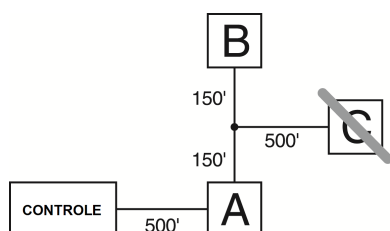

Figura 2-1 Fiação Corbus
7. Instale o controlador de alarme. Para as caixas HSC3010C, HSC3010CR, HSC3030CAR e HSC3020C use o espaçador de metal fornecido e parafuse-o no furo de montagem inferior direito, conforme indicado na figura 2-1.
9. Ligue a chave de sabotagem em qualquer zona disponível. Configure a chave para supervisão como normalmente fechada (NF). A zona deve ser programada para proteção de sabotagem de 24 horas, com travamento ou sem travamento.